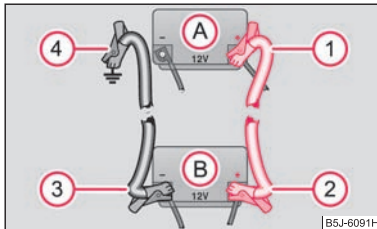

Fig. 153 Executarea pornirii cu ajutorul bateriei altui autovehicul: A - bateria descărcată, B -bateria furnizoare de curent
- Prindeți un capăt la polul plus (1) ⇒ fig. 153 al bateriei descărcate (A).
- Prindeți celălalt capăt la polul plus (2) al bateriei care furnizează curent (B).